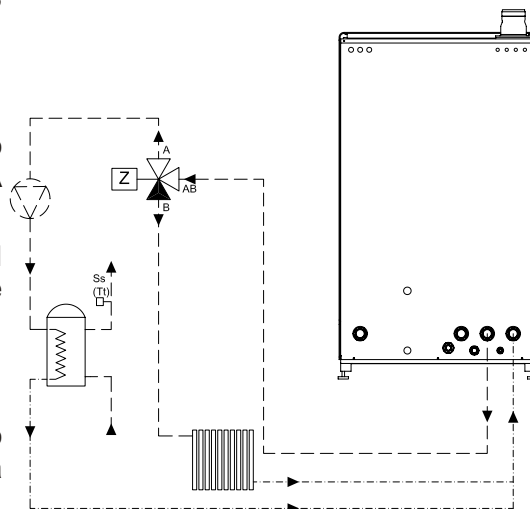

Fig. 26 Esempio di applicazione con boiler ad accumulo
- bollitore ad accumulo con sonda (Fig. 26).